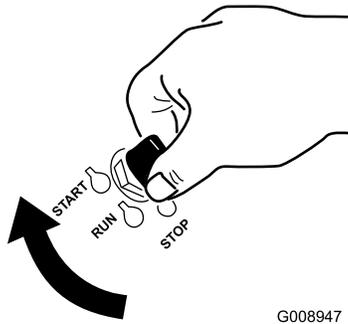

Figure 15
1. Tournez la clé de contact à la position de démarrage (Figure 15).